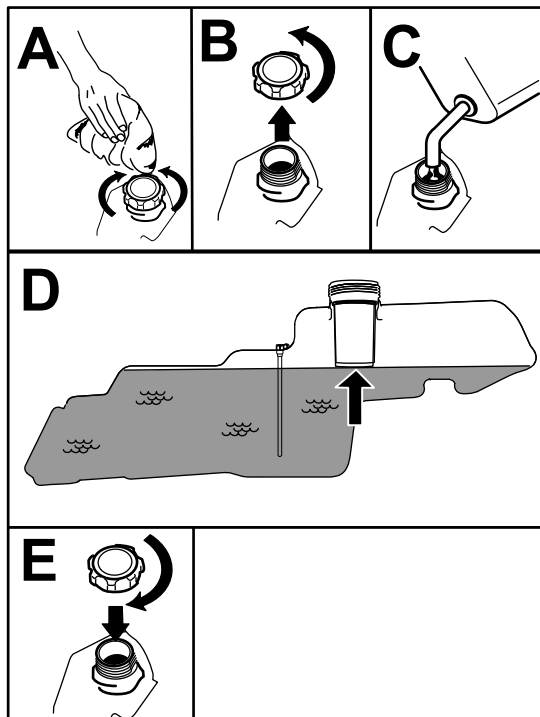

Figure 7
5. Remplissez le réservoir de carburant jusqu'au bas du goulot de remplissage (Figure 7). Ne remplissez pas le réservoir de carburant complètement